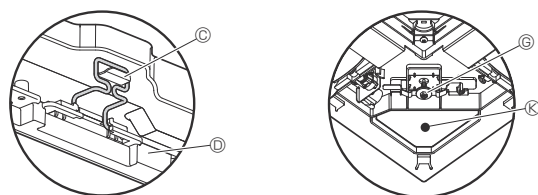

Fig. 9-7
- **Når skruen er spændt, skal det kontrolleres, at de to gitterkroge (Fig. 9-7) har fat i krognene på hovedenheden.**